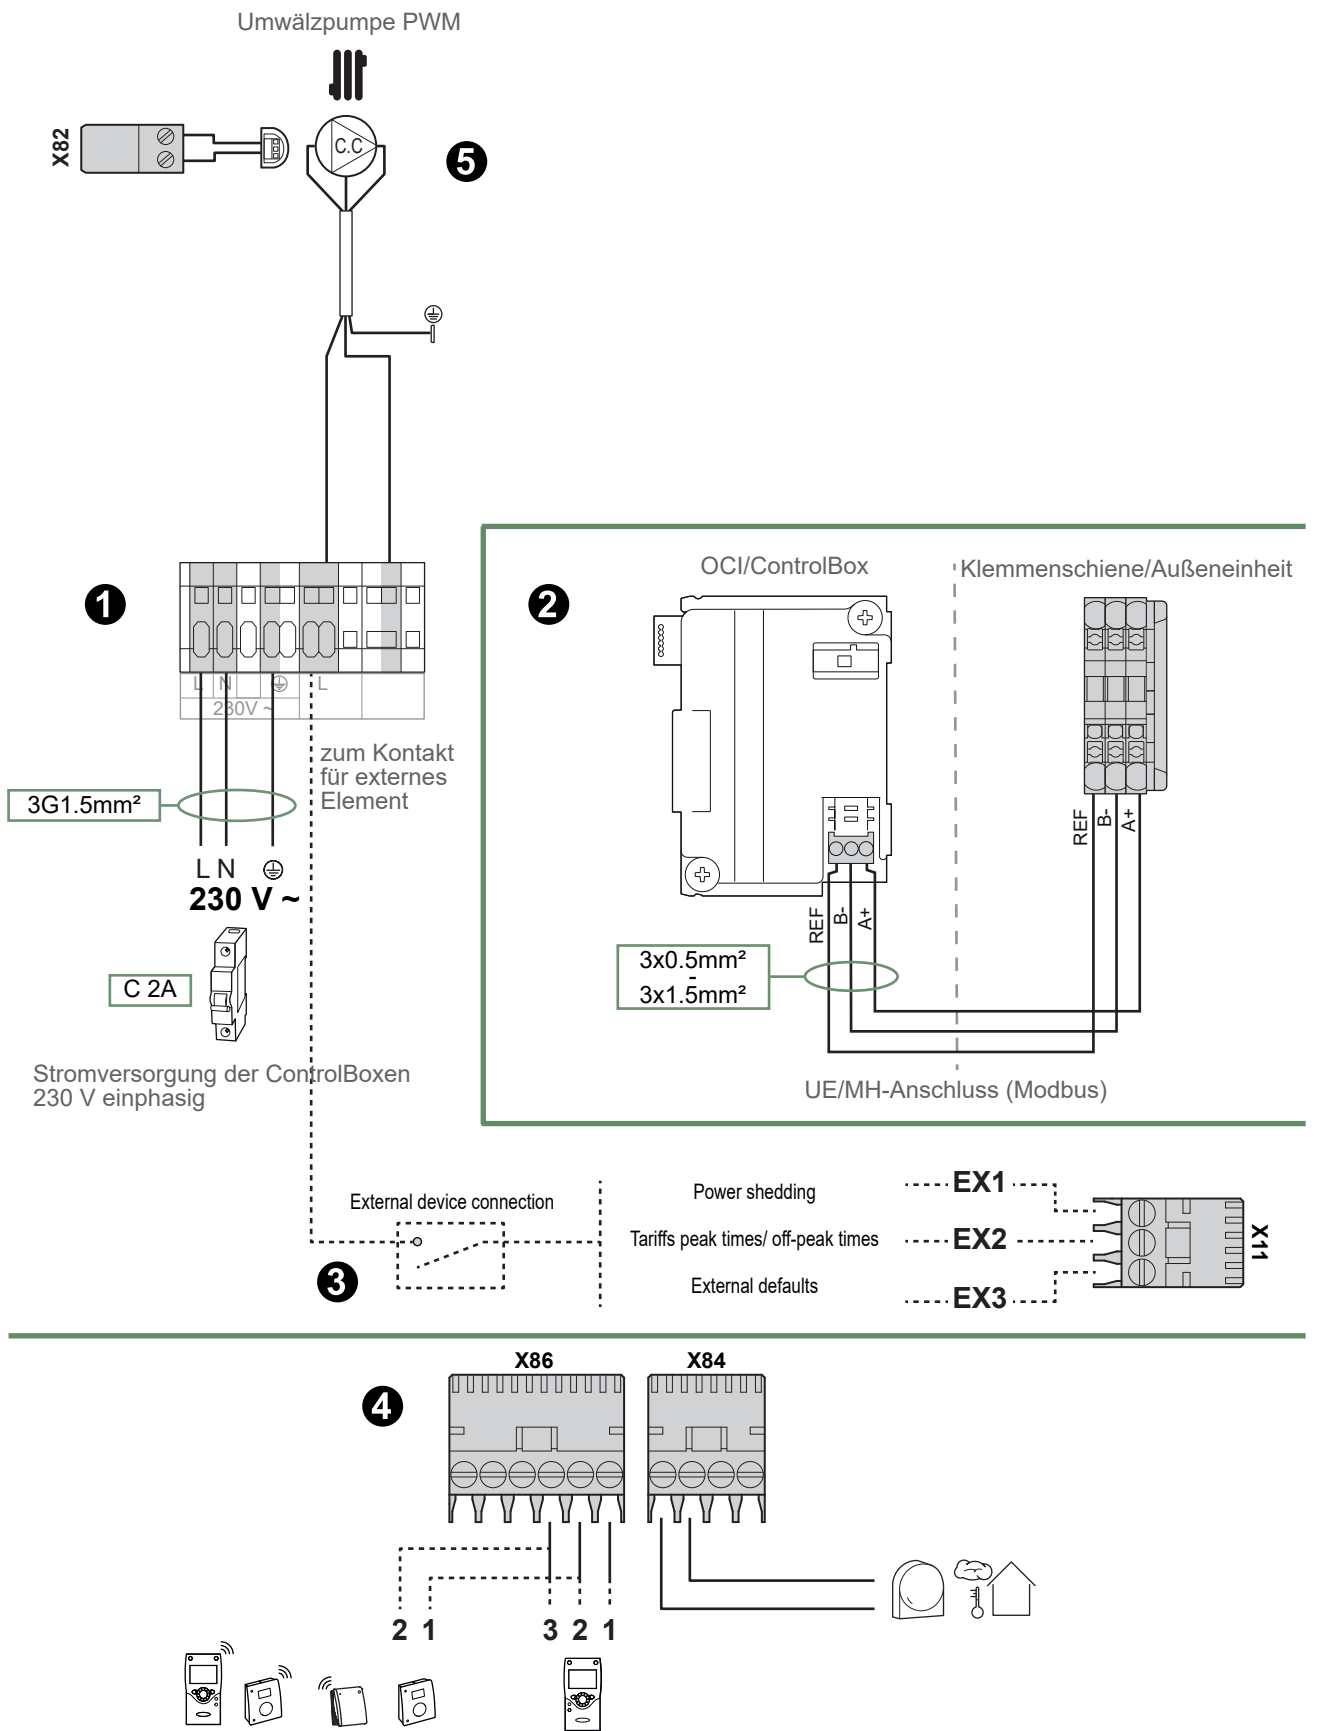

Abb. 11 - Elektroanschlüsse
- Die Anschlüsse gemäß dem Schaltplan Abb. 11, Seite 19 ausführen.
Die PWM-Pumpe des Heizkreises anschließen (Abb. 11, Seite 19).